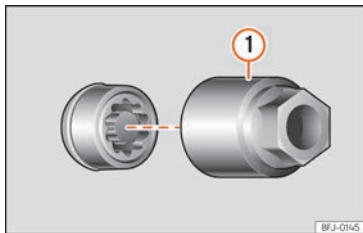

Abb. 35 Diebstahlhemmende Radschraube mit Abdeckkappe und Adapter
- Schieben Sie den Spezialadapter »» Abb. 35 (1) (Bordwerkzeug »» Seite 42) bis zum Anschlag in die diebstahlhemmende Radschraube.